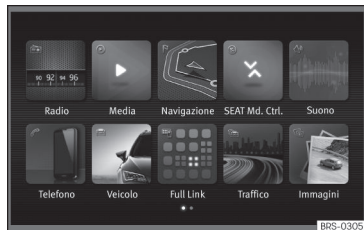

Fig. 88 Easy Connect: Menu principale.
- Premere il tasto del sistema infotainment **MENU** / e successivamente il tasto di funzione **Veicolo** » **fig. 88**.